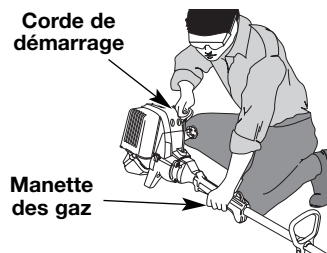

Fig. 13
**AVERTISSEMENT:** évitez tout démarrage accidentel. Tenez-vous en position de démarrage lorsque vous tirez sur la corde de démarrage (Fig. 13). L'opérateur et l'appareil doivent tous deux être en position stable pour éviter des blessures graves. Vérifiez la bonne installation de l'accessoire avant le démarrage de l'appareil.
6. Accroupissez-vous en position de démarrage (Fig. 13), pressez la poignée des gaz et tirez vivement sur le cordon de démarrage à 5 reprises.